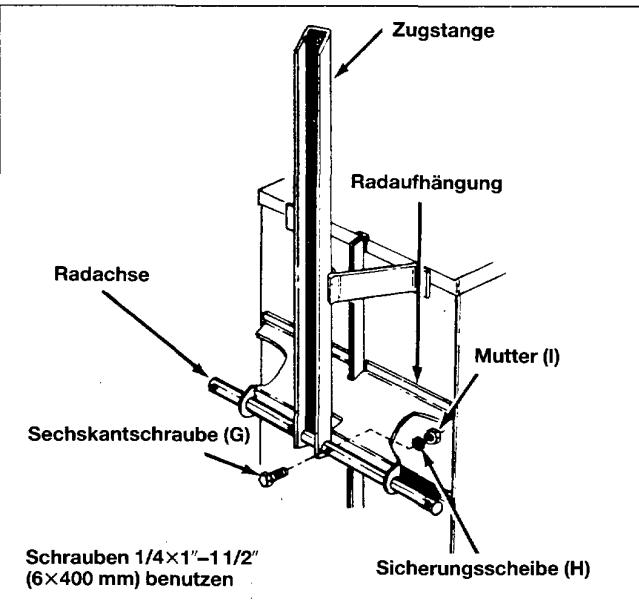

Bild 11
16. Radachse und Zugstange an der Radaufhängung montieren. Darauf achten, daß die offene Seite der Zugstange nach unten zeigt. Die Achse an der Radaufhängung mit 6x40 mm Schraube (G), Sicherungsscheiben (H) und Muttern (I) anbringen. Siehe Bild 11.